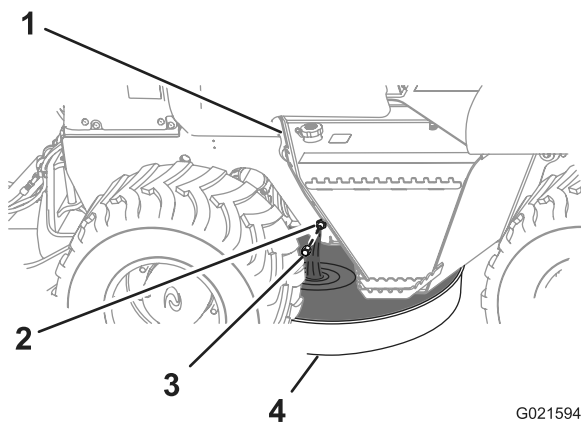

Figura 43
- Retire el tapón del acoplamiento de vaciado y deje que el aceite se drene completamente (Figura 43).
- Instale el tapón en el acoplamiento de vaciado (Figura 43).
- Retire el tapón de llenado del cuello de llenado, tirando del tapón hacia arriba (Figura 43).